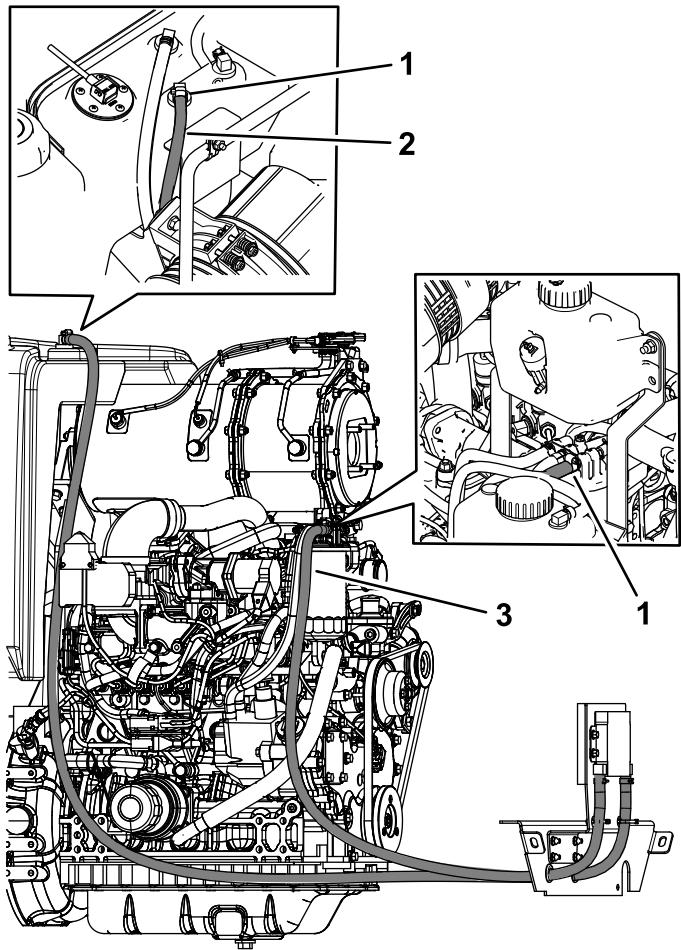

Figura 6
3. Sujete la manguera corta al conector del filtro de combustible con una abrazadera sinfín, y la manguera larga al conector del depósito de combustible con una abrazadera sinfín (Figura 6).